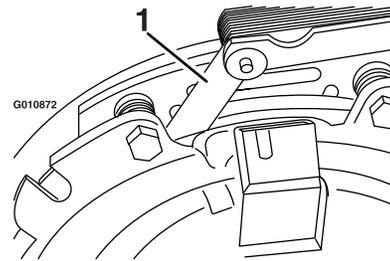
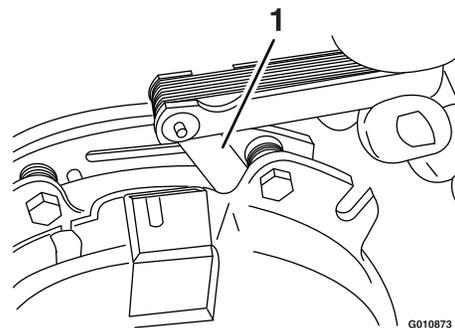

Figura 67
Figura 68
- E. Usando una galga de 0.25 mm (0.01"), compruebe la presencia de un espacio entre el rotor y la cara de la armadura en ambos lados del polo del freno, según se indica en Figura 67 y Figura 68.